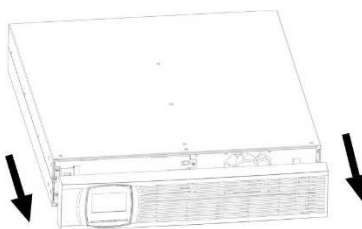

Figura 24: Rimozione del pannello frontale
1. Rimuovere il pannello frontale tirandolo in avanti (cfr. Figura 24).